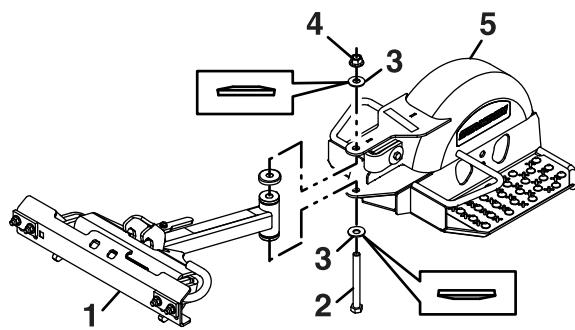

Figura 4
2. Alinee el bastidor del patín con el conjunto de la barra de tracción. Vuelva a instalar el tornillo de cabeza hexagonal de 1/2-13 x 5", las arandelas elásticas y la tuerca nyloc con arandela prensada de 1/2" retirados en el paso 1, según se muestra en Figura 4. Apriete la tuerca a 122 N m (90 pies-libra).